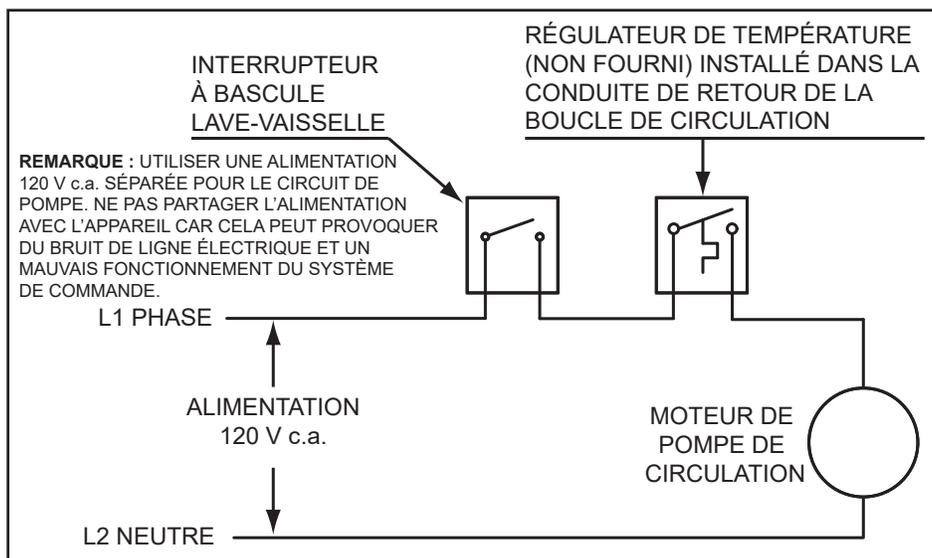

Figure 73. Schéma de câblage de la pompe de circulation - Interrupteur à bascule de la boucle de lave-vaisselle
7. Si une pompe est installée dans un circuit de recirculation entre le chauffe-eau et un conducteur de lave-vaisselle commercial comme à la *Figure 73* (page 100).